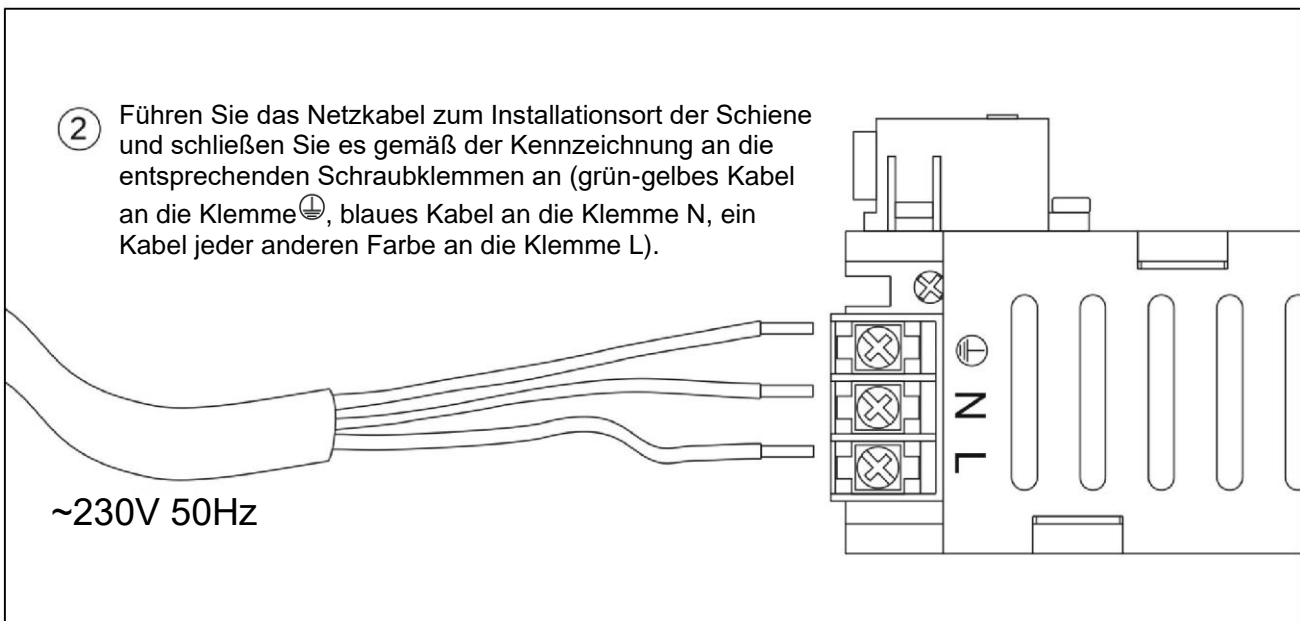

Abb. 2 Anschluss des Netzkabels
- Führen Sie das Netzkabel zum Installationsort der Schiene und schließen Sie es an die entsprechenden Schraubklemmen am Netzteil an (grün-gelbes Kabel an die Klemme, blaues Kabel an die Klemme N, Kabel einer anderen Farbe an die Klemme L). Siehe Abb. 2.